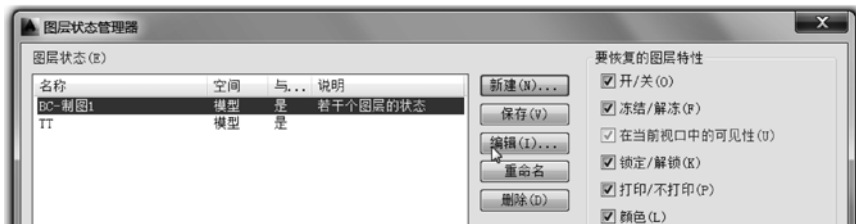

图 6-29 选择要编辑的命名图层状态
2) 在“图层状态管理器”对话框的“图层状态”列表框中选择要编辑的一个命名图层状态，如图 6-29 所示，然后单击“编辑”按钮。